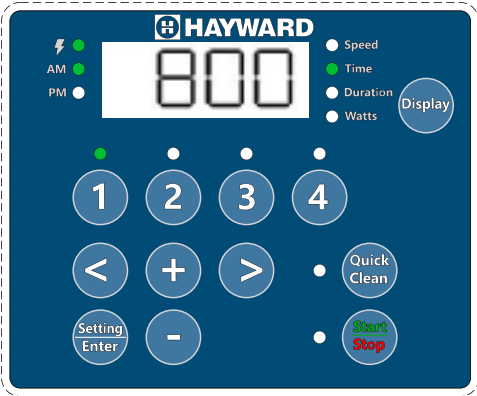

Bild 4
4. Tryck på "1". Starttiden för SPEED 1 visas på displayen. LED-lampan för parametern "Time" (tid) börjar blinka. **Se bild 4.**